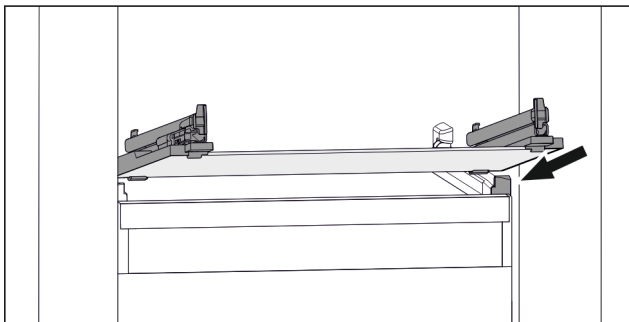

Fig. 89 Representación de la placa de vidrio a modo de ejemplo
- ▶ Coloque la placa de vidrio inclinada detrás de los topes. (consulte Fig. 89)